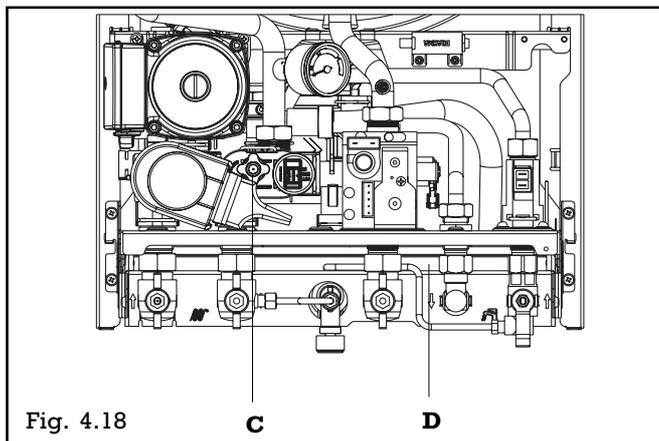

Fig. 4.18
- Dévisser le robinet de vidange de l'installation (C), l'eau s'écoulera par le collecteur d'évacuation (D) (fig. 4.18)